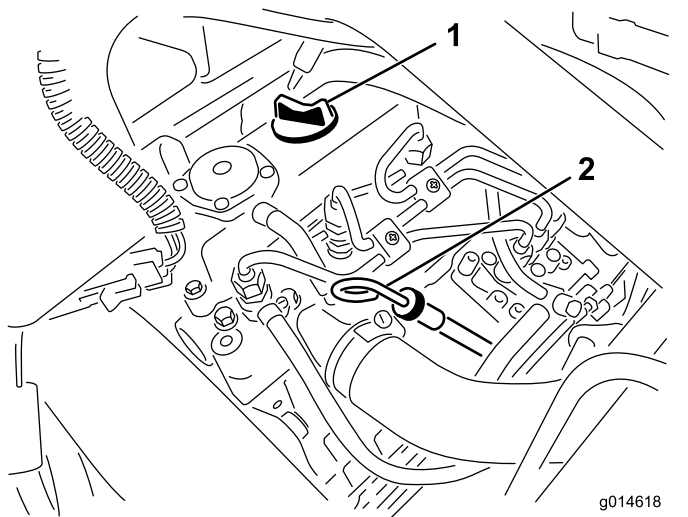

Figura 25
2. Retire la varilla y límpiela con un paño limpio (Figura 25). Introduzca la varilla en el tubo